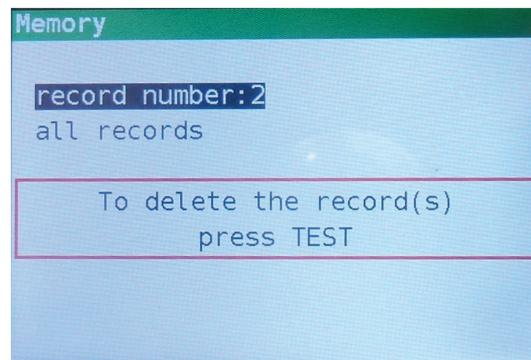

Figura 7.6: Pantalla de borrado
**Paso 3** Presione la tecla **DCHA**, se mostrará la siguiente pantalla (Figura 7.6).